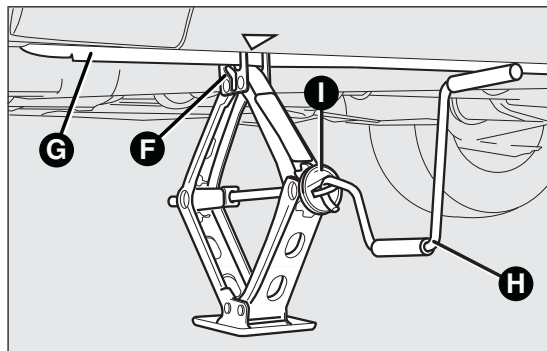

fig. 116
- tourner la manivelle du cric de manière à l'ouvrir partiellement fig. 116 ;
- ☐ s'assurer que la rainure F fig. 116 du cric est bien fixée sur l'ailette G fig. 116 du longeron ;
- ❑ introduire la manivelle H fig. 116 dans le dispositif I fig. 116 du cric pour soulever la voiture, jusqu'à ce que la roue se soulève du sol de quelques centimètres. En actionnant la manivelle, s'assurer qu'elle tourne librement sans risque de s'écorchier la main contre le sol. D'autres parties du cric en mouvement (vis et articulations) peuvent provoquer des lésions : éviter de les toucher. Éliminer soigneusement toute trace de graisse de lubrification qui se serait déposée sur la peau ;